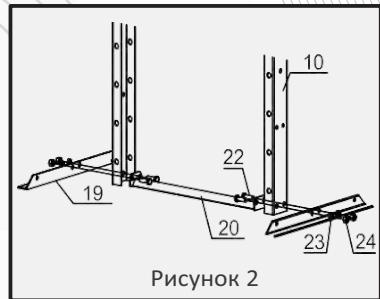

Рисунок 2
- Установите стойки рамы (10) в вертикальное положение. Задвиньте каждую опору основания (19) под стойки рамы (10) и поместите нижнюю опору рамы (20) между ними. Выровняйте отверстия для болтов и вставьте болты (22) через стойки рамы, секции основания и нижнюю опору рамы, затем закрепите их шайбами (23) и гайками (24). Рисунок 2
- Прикрепите боковые опоры основания (18) к стойкам рамы и опоре основания с помощью болтов (15), шайб (16) и гаек (17).